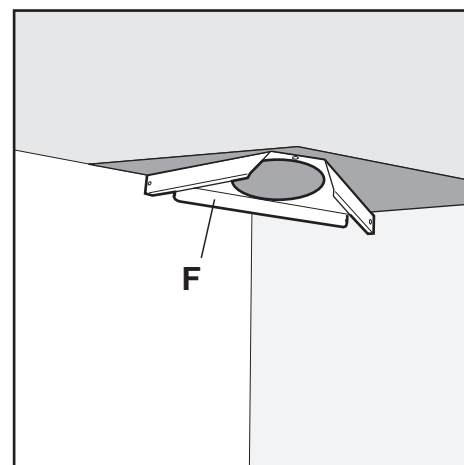

Fig. 11
- Fixez au plafond à l'aide des trois vis et des chevilles diam. 8 mm., fournies avec l'appareil, le support du haut (Fig. 11, F) sur la perpendiculaire du raccord du bas de la cheminée (pour le perçage servez-vous du gabarit).